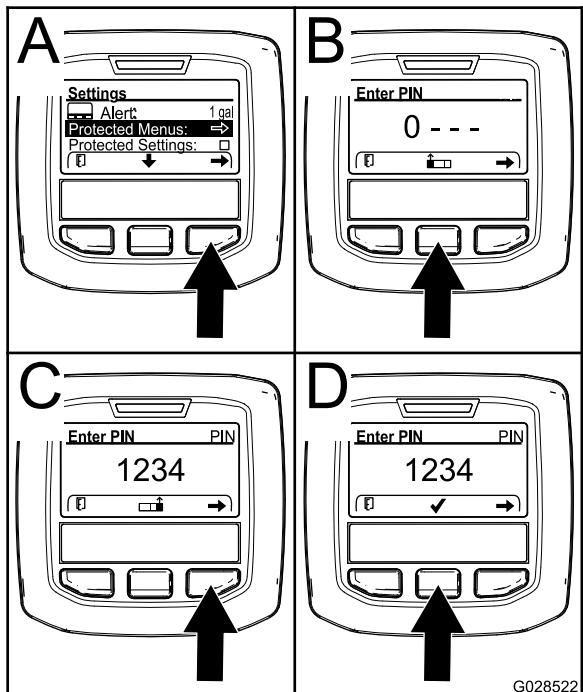

Figura 12
2. No menu de DEFINIÇÕES, utilize o botão central para ir até ao menu PROTEGIDO e prima o botão direito (Figura 12).